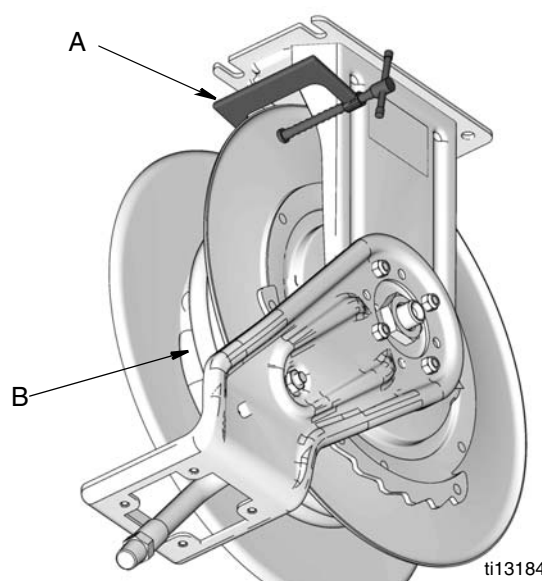

FIG. 19
2. Estendere completamente il flessibile (B) e bloccare la bobina.
3. Fissare un morsetto a C (A) alla flangia della bobina per evitare che questa si sblocchi accidentalmente e giri liberamente (FIG. 19).